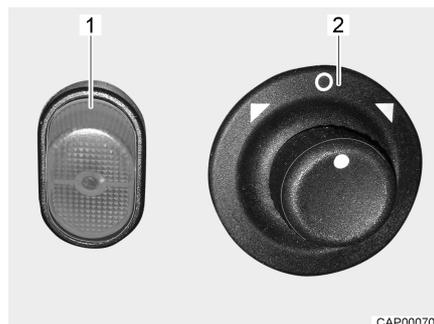

Bild 13 Schalter (elektrisch einstellbare Außenspiegel)
- Den Spiegel, der eingestellt werden soll, wählen. Dazu den Drehschalter (Bild 13,2) nach links oder rechts drehen.
- Den Spiegel einstellen. Dazu den Schalter (Bild 13,2) in die gewünschte Richtung drücken.
**Heizung einschalten:** ■ Den Schalter (Bild 13,1) drücken. Die Kontroll-Leuchte im Schalter leuchtet orange und zeigt an, dass die Spiegelheizung in Betrieb ist.